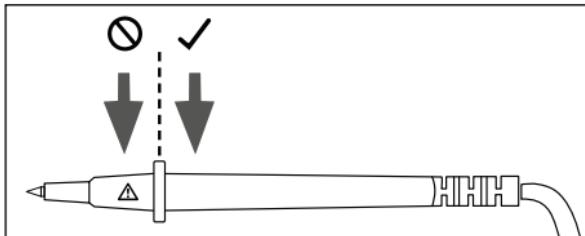

Abb. 3
- Halten Sie die Messspitzen ⑥ nur im vorgesehenen Griffbereich fest (siehe Abb. 3). Der Bereich mit dem Warnzeichen ⚛ darf nicht berührt werden, ansonsten besteht beim Messen Gefahr durch Stromschlag!